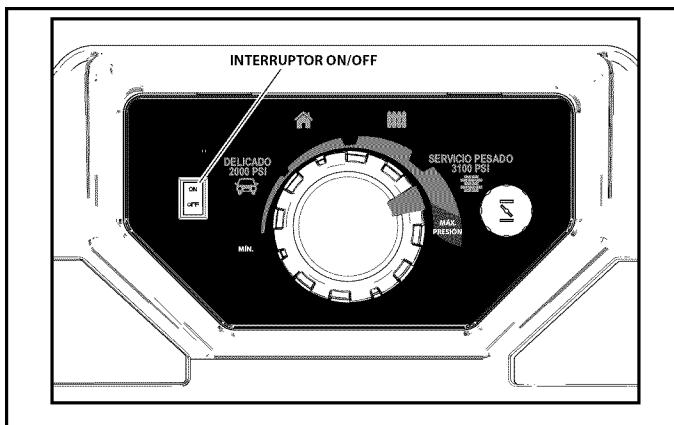

Figura 5-7. Interruptor ON/OFF
2. Ponga el interruptor de motor ON/OFF en la posición "OFF"(Figura 5-7).